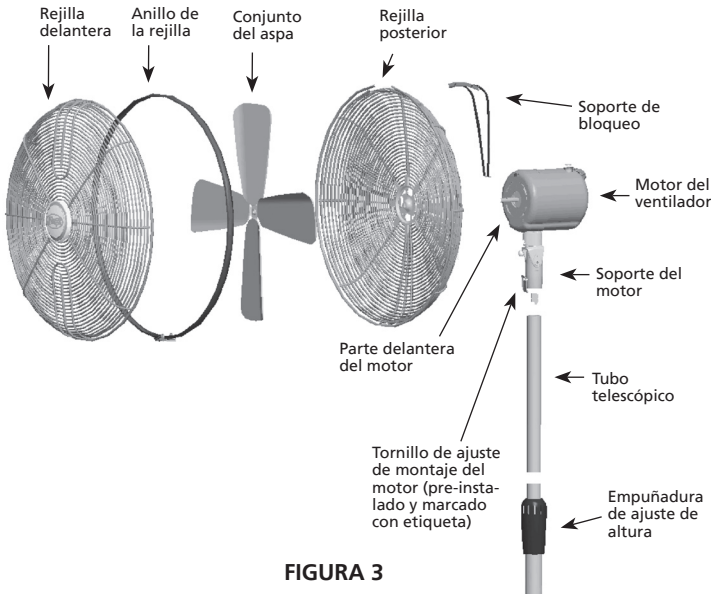

FIGURA 3
1. Afloje la empuñadura de ajuste de la altura en el tubo telescópico girándola en sentido antihorario. Vea la Figura 3. **NOTA:** Para evitar que el enchufe caiga en el tubo telescópico, sujételo antes de levantar el tubo. Levante el tubo telescópico aproximadamente 10 pulgadas (25 cm). Gire la empuñadura de ajuste de altura en sentido horario para fijar la altura del tubo telescópico.
2. Retire el tornillo de ajuste del soporte del motor (pre-instalado y etiquetado) y guárdelo para su reinstalación posterior. Vea la Figura 3.
4. Inserte la parte roscada del tubo telescópico en el soporte del motor. Vea la Figura 3. Gire el motor o el tubo telescópico para apretar la unión, y reinstale el tornillo de ajuste del soporte del motor para sujetar el motor al tubo telescópico.